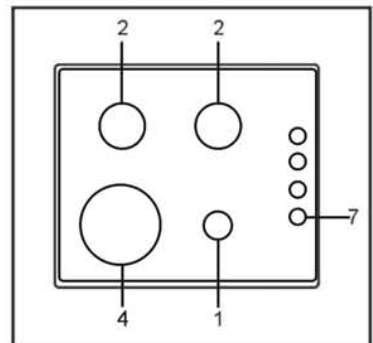

Рис.11F
- ГАЗОВАЯ РАБОЧАЯ ПОВЕРХНОСТЬ ТИП PFG 644 STX см Рис. 11F